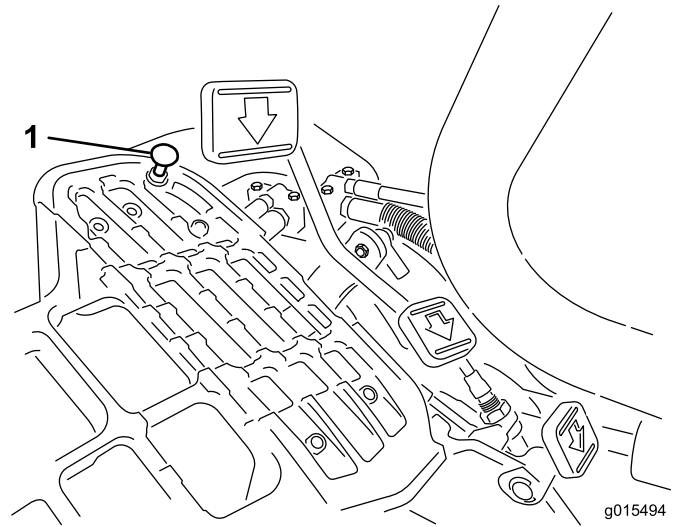

图38
要获得最大行驶速度，请将功能控制杆放在行驶位置，并踩下驱动踏板。如果在拉线感到张紧力之前，踏板接触到限位器（图38），请执行以下调节程序：
1. 将功能控制杆放在行驶位置，松开将踏板限位器固定至底板上的锁紧螺母（图38）。